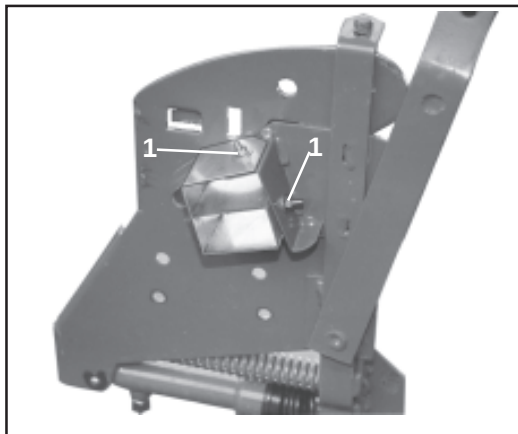

Fig. 10.25
- Märk ut de 2 hålen, borra med **9 mm** borrar och skruva fast med vagnsskruv M 6 (fig. 10.25/1).